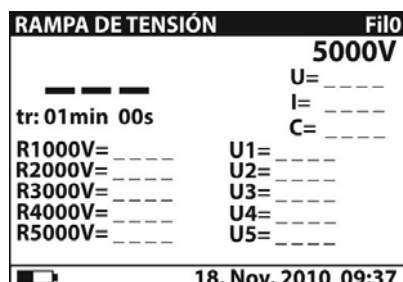
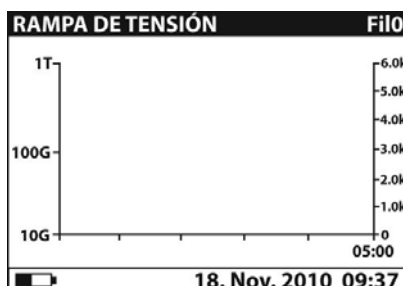

Fig. 38: Pantalla inicial numérica
Fig. 40: Pantalla inicial gráfica
2. Seleccione con las teclas flecha ▼ o ▲ la función “RAMPA DE TENSIÓN” sobre el menú principal y confirme con la tecla **SELECT**. La pantalla Fig. 38 es mostrada por el instrumento. En el caso en el cual la opción Gráfico R(t) **sea activada (ON)** pulse las teclas flecha ▼ o ▲ para pasar a la pantalla gráfica Fig. 40